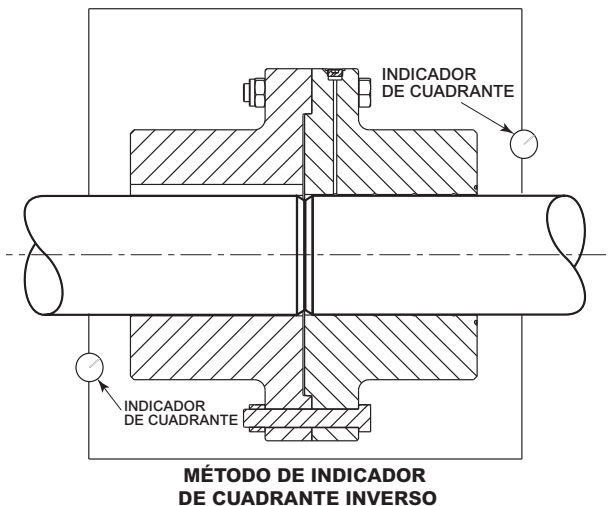

Figura 5
10. Use los indicadores de cuadrante según la Figura 5 para medir la desviación del ensamble en el eje impulsor y el eje impulsado. Los valores de desviación deben estar dentro de 0.005" (0.127 mm) de TIR (lectura total del indicador) para minimizar el movimiento de accionamiento. Vea la Tabla 1.